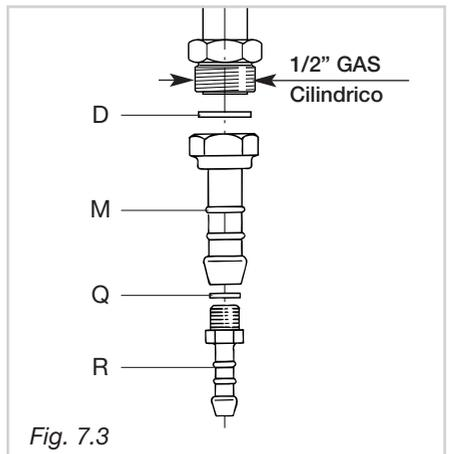
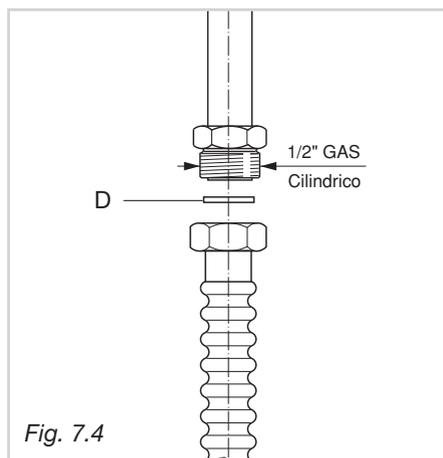

Fig. 7.3
Fig. 7.4
- Montare il raccordo portagomma **M** interponendo la guarnizione di tenuta **D** (fig. 7.3).
- Montare sul portagomma **M** la riduzione **R** con interposta la guarnizione **Q** (fig. 7.3).
Il gruppo di raccordo (fig. 7.3) si compone di:
Per effettuare il collegamento gas è necessario togliere il portagomma **M** (fig. 7.3) ed avvitare direttamente sulla rampa il terminale del tubo metallico interponendo la guarnizione **D** (fig. 7.4).
Le guarnizioni **D** e **Q** (fig. 7.3) sono gli elementi che garantiscono la tenuta della connessione raccordo-rampa.